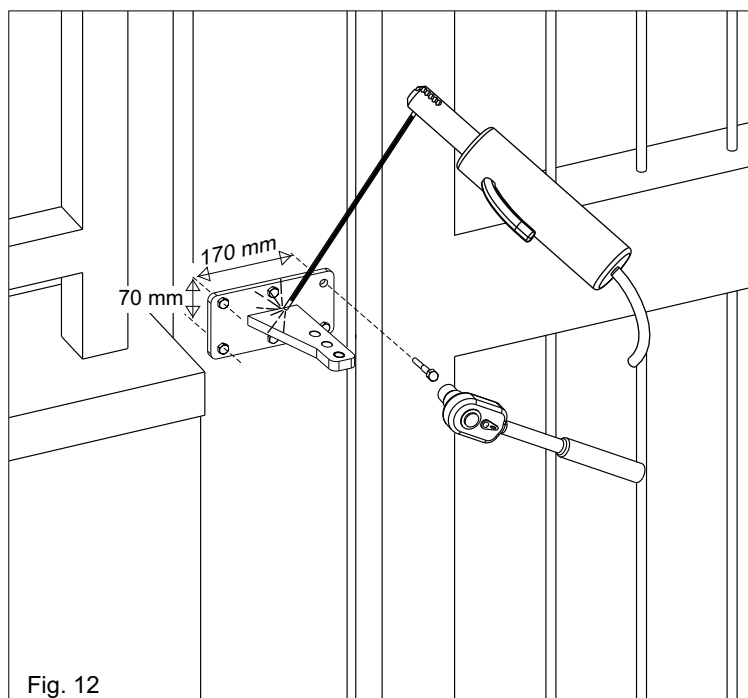
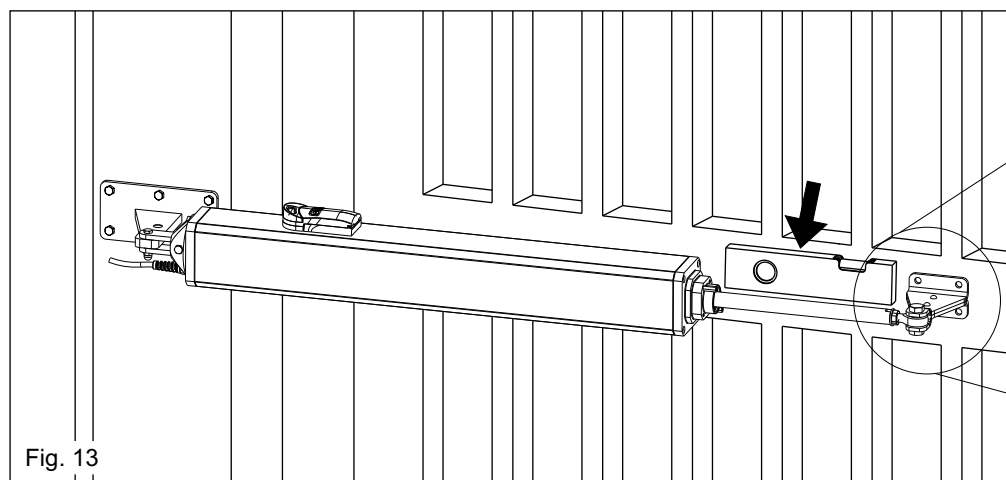

Fig. 12
Fig. 13
L'étrier doit être coupée, avant tous, en respectant la cote « a » en pag. 29 et successivement soudée comme dans fig. 12.
Le support doit être positionné de façon que l'opérateur soit parfaitement horizontal (Fig. 12, Fig. 13).
- 4) Positionner l'opérateur de façon qu'il résulte parfaitement horizontal et donc marquer la position de la fixation antérieure (Fig. 13).